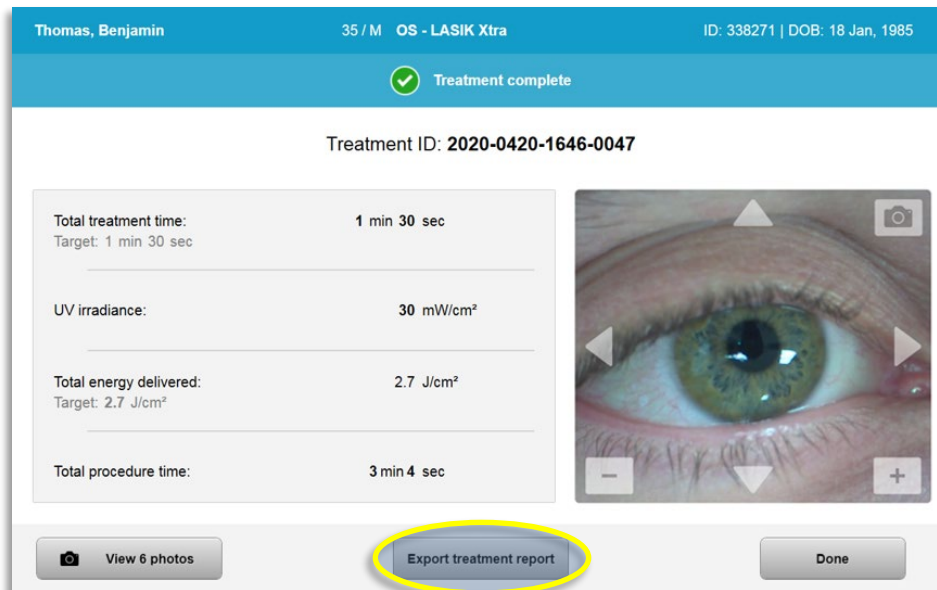

Bild 3-39. Export av behandlingsrapport
- Välj "Exportera behandlingsrapport" (Export treatment report) som visas på bild 3-39 för att spara rapporten till ett USB-minne.